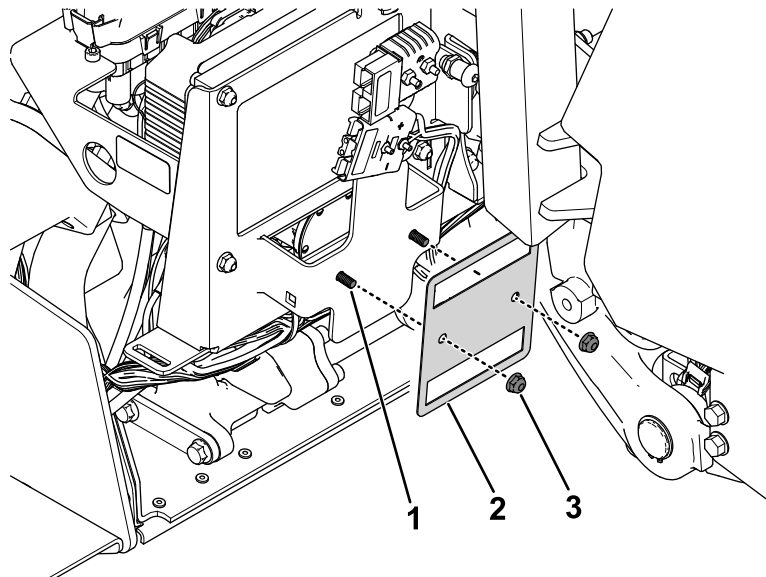

Figur 35
2. Fjern og behold sikringsenhetene (sikringer og kabler) fra sikringsbraketten (Figur 35).
4. Monter sikringsenhetene på den nye sikringsbraketten (Figur 35).